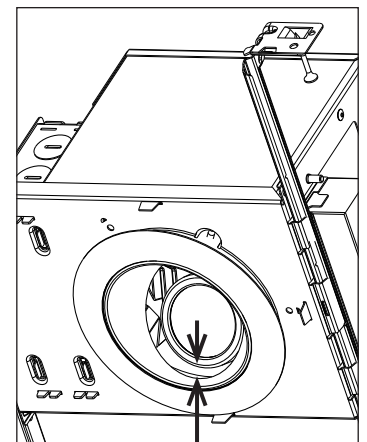

Figura 13
Paso 3. Después de que el accesorio esté apuntado, el borde necesita ser orientado correctamente e instalado en la carcasa. Si el borde es un borde de "ángulo de corte", es necesario orientar la parte del borde más baja cerca del óptico (Figura 13).